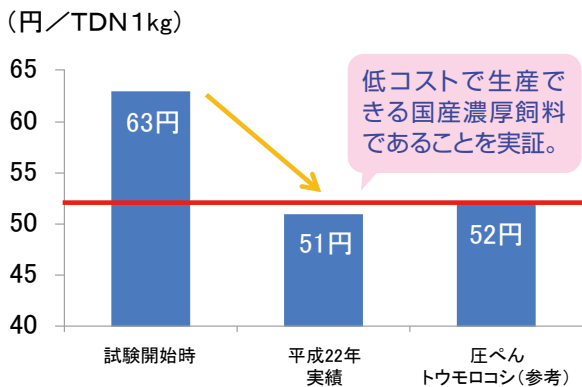

図21. 生産コストの比較 (平成22年、B町TMRセンター)
- ・ケース1の道北のTMRセンターにスナッパヘッド(1,200万円)を導入し、イアコーンサイレージを生産する場合には、収穫面積が約70ha程度あれば、平成22年の調査でTDN1kgあたり51円(図21)で、圧べんトウモロコシとほぼ同様な価格であると試算されました。